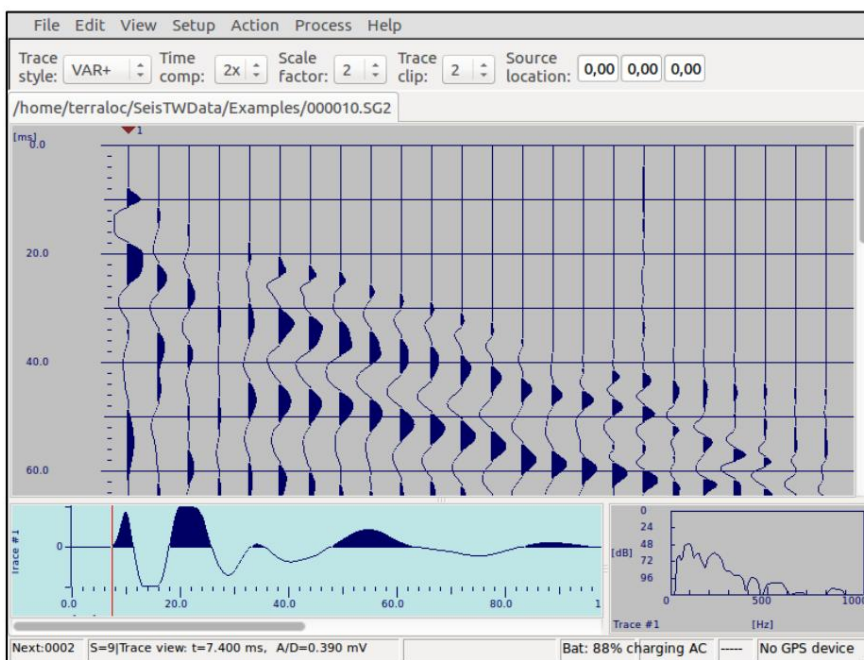

Figura 26 La línea de tiempo roja
- Mover una línea de tiempo a través de la vista (Figura 26)